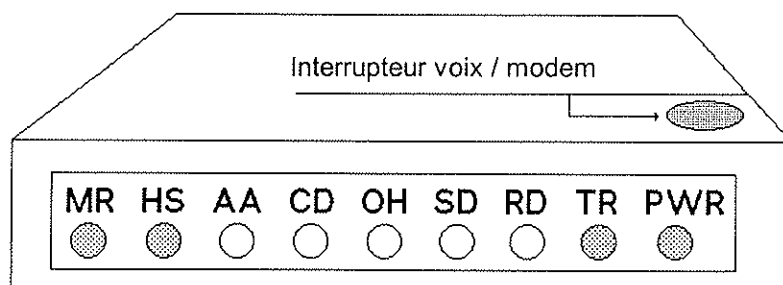

figure 5-5: le modem mis en marche
Vérifiez si le modem marche, que le contact du moteur est débranché et que le sélecteur est en position "GPL". Quand le modem marche il faut que les petites ampoules qui sont indiquées dans la figure 5-5 s'allument.
- Est-ce que le modem est en service? (voir figure 5-5).